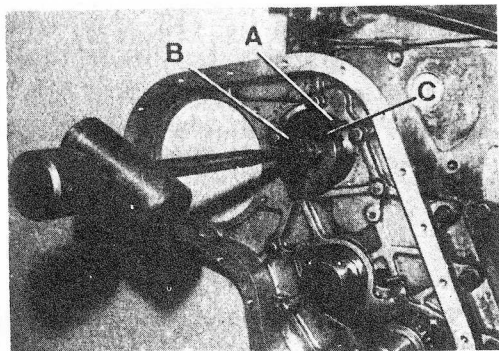
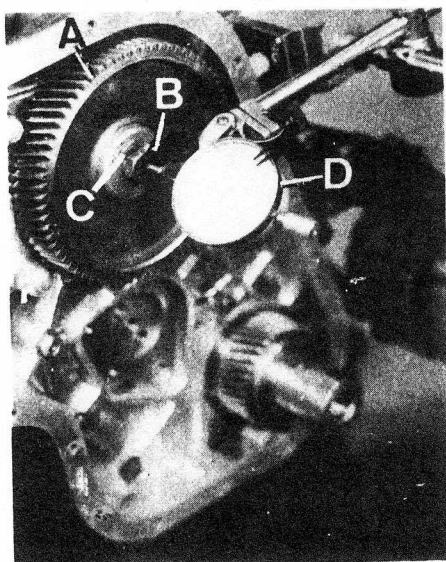

Fig. A3-101 Desmontaje del árbol de levas
Fig. A3-102 Comprobación del juego longitudinal del árbol de levas
- 1.7. Desmontar la placa tope del árbol de levas, A (Fig. A3-101) y extraer el árbol de levas, B, procurando hacerlo de forma que el árbol de levas no golpee sobre sus casquillos de apoyo.
- 2.1. Instalar el árbol de levas, B (Fig. A3-101), teniendo la precaución de no dañar sus casquillos de apoyo.
- 2.2. Montar la placa tope, A (Fig. A3-101) y fijarla con sus tornillos y arandelas elásticas, C.
- 2.3. Montar el engranaje del árbol de levas, A (Fig. A3-102), de forma que el chavetero del engranaje marcado con "P", encaje en la chaveta del árbol de levas.
- 2.4. Montar el tornillo, B (Fig. A3-102) de retención del engranaje y una nueva placa de freno, C. Apretando dicho tornillo a una tensión de 3.75 a 4.25 mkg.
- 2.5. Instalar un comparador, D (Fig. A3-102) de forma que el palpador haga tope sobre el engranaje. Desplazar el engranaje hacia dentro y hacia afuera, para medir el juego longitudinal que deberá estar comprendido entre 0,076 y 0,176 mm. En el supuesto de que dicho juego estuviese en "mas" o en "menos", habría que sustituir la placa tope, A (Fig. A3-101). Si el juego longitudinal, está dentro de la medida indicada, desmontar el comparador y frenar definitivamente el tornillo, B (Fig. A3-102) con su placa freno, C.